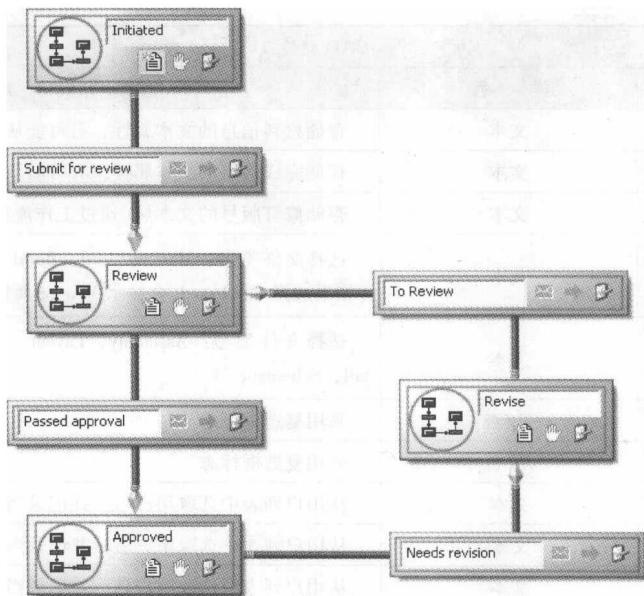

图 1-3 技术说明书审批流程
(2) 技术说明书审批流程(Specifications)：ACME 公司对技术说明书采用一种纯数字的修订版号，当文件被批准并发布(如 Approved 状态)时，递增数字，如图 1-3 所示。